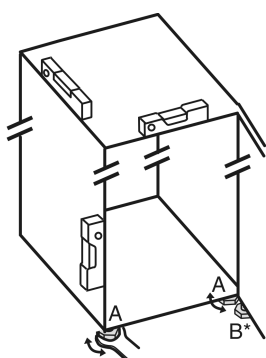

Fig. 8
- ▶ Extrageți prin rotire picioarele reglabile Fig. 8 (A) cu cheia fixă atașată și cu ajutorul unei nivele cu apă, până când aparatul este fix și aliniat plan.
- ▶ Extrageți prin rotire piciorul reglabil Fig. 8 (B) de la suportul de lagăr cu cheia fixă atașată, până când acesta atinge solul.
- ▶ Continuați să rotiți piciorul reglabil Fig. 8 (B) cu 90°.